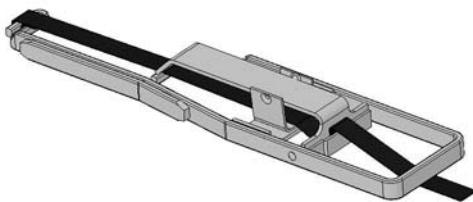

Fig. 5
5. Chiudere in avanti la leva fino a completo bloccaggio della striscia (vedi fig. 5)